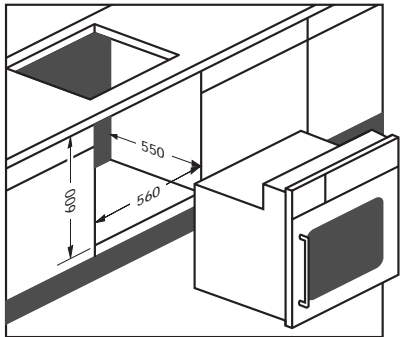

Abb. 5
**Kombination des Ofens 950 mit einem Pelgrim-Gaskochfeld** (siehe Abb. 5)